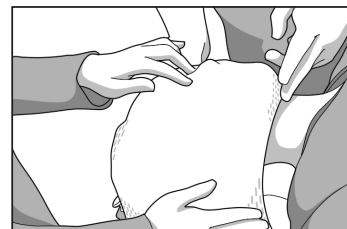

Fig. 4
7. Gjør deg ferdig med å forme masken med forsiktig fingertrykk for å oppnå ønsket kontur av pasientens hode og en kontur rundt nesebuen. (Fig. 4)